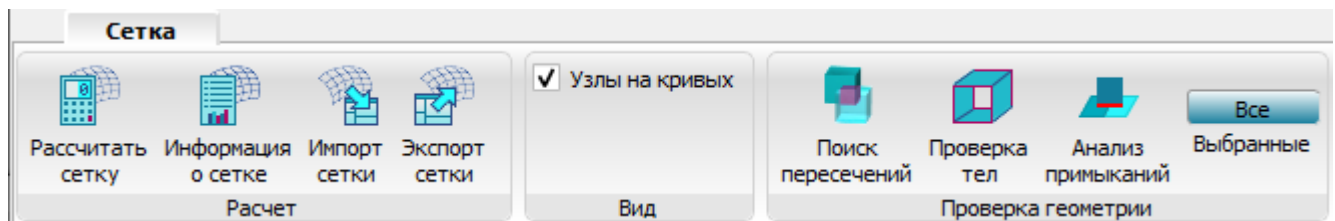

Рис. 135
16.1.7.1. Команды меню «Сетка» предназначены для создания расчетной сетки и проверки правильности задания геометрической модели. Меню «Сетка» показано на рис. 135.